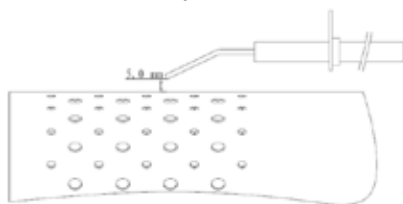

Figura 1
- b) Controllare la posizione dell'elettrodo di avvio (vedi figura 1).